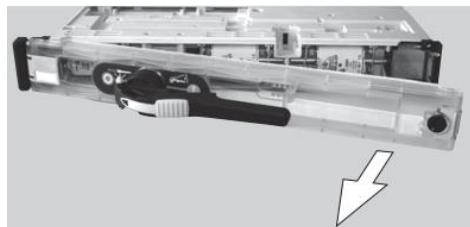

Figura 10 / Fig: 10 [picture source: Jean Müller]
- Abrir la tapa frontal hacia la izquierda (Figura 10)